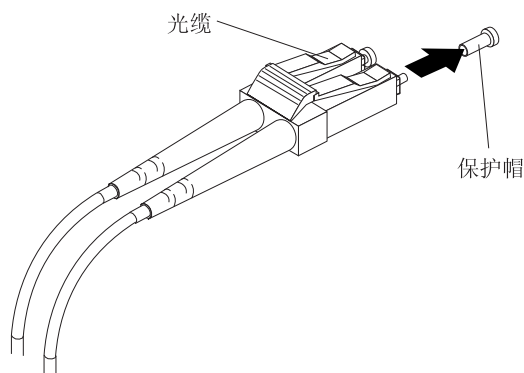

图 33. 卸下光缆保护帽
3. 如第 55 页的图 33 中所示，从 LC-LC 电缆的一端卸下两个保护帽。请保管好保护帽以供以后使用。